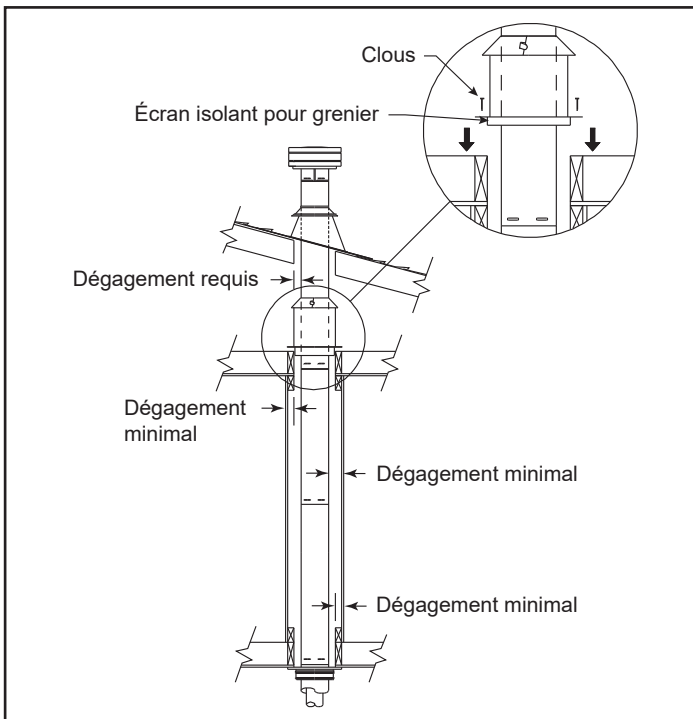

Figure 3.38
3. Si le système de ventilation traverse un grenier, un écran isolant pour le grenier doit être installé pour empêcher tout contact entre les sections du conduit et l'isolation dans le grenier. Clouez la base sur le plancher du grenier et ajustez l'écran pour un niveau d'isolation approprié, puis attachez le collet au sommet de l'ensemble (figure 3.38). On ne peut pas installer l'écran isolant du grenier sur les plafonds voûtés. Pour empêcher l'isolation du bâtiment et d'autres débris de pénétrer dans la boîte de support ou d'entrer en contact avec le conduit, un caisson de protection peut être construit autour de la boîte de support. Assurez-vous que les dégagements avec les matériaux combustibles sont respectés.